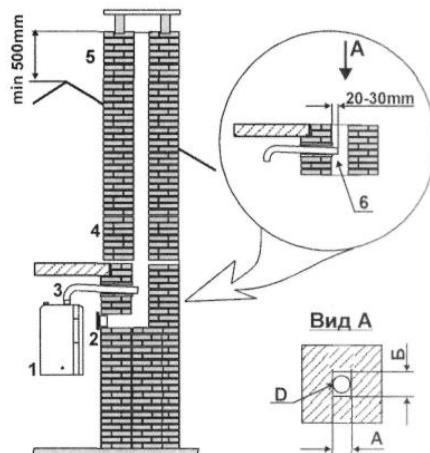

Рис. 26.1.
4.1. Отвод продуктов сгорания с применением дымохода здания применяется, если отсутствуют условия, необходимые для обустройства трубы типа "FE", и дымоход здания удовлетворяет всем эксплуатационным требованиям такой конструкции. (Рис.26.1.)
Для канала дымохода прямоугольного сечения, с размерами А x В мм, эквивалентом оценки является канал круглого сечения. Эквивалент пропускной способности канала прямоугольного сечения рассчитывается по каналу круглого сечения по формуле (Рис. 26.1. Вид А):
- исполнение дымохода здания показано на рис.26.1: